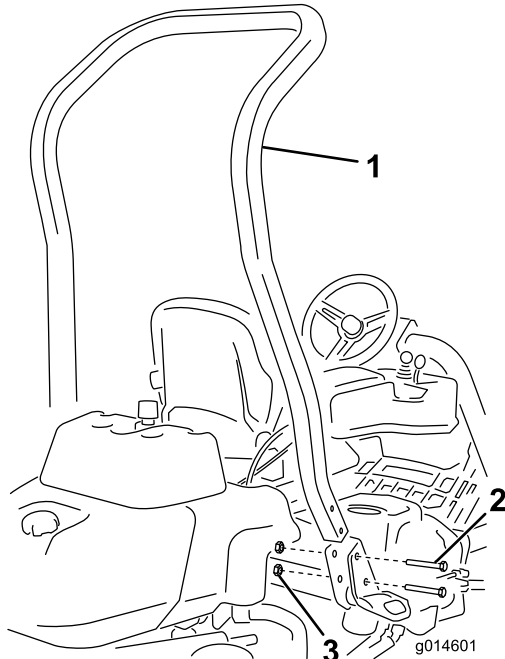

Figura 3
3. Fissate il roll bar negli incastri su ogni lato della macchina con 4 bulloni ($\frac{1}{2} \times 3\frac{3}{4}$ " e 4 dadi flangiati ($\frac{1}{2}$ " (Figura 3)..